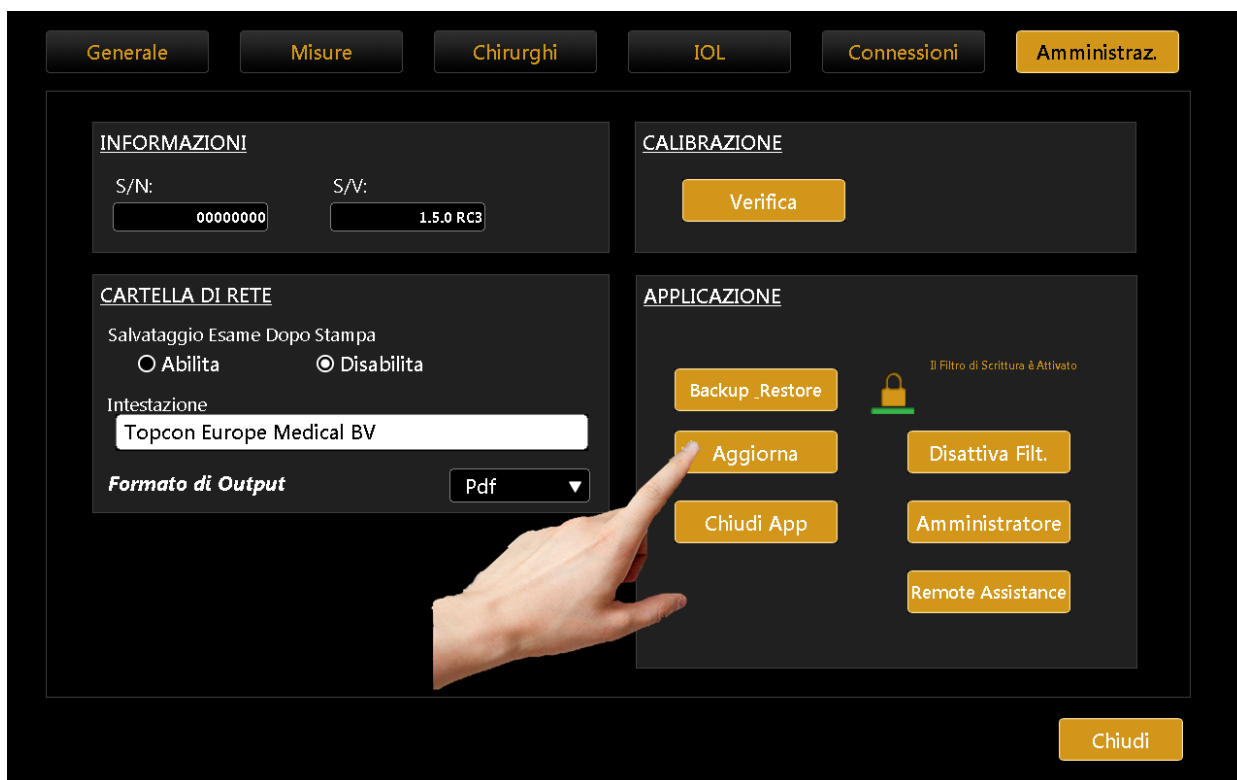

Figura 99
7. Premere il bottone "Aggiorna" (Figura 99).